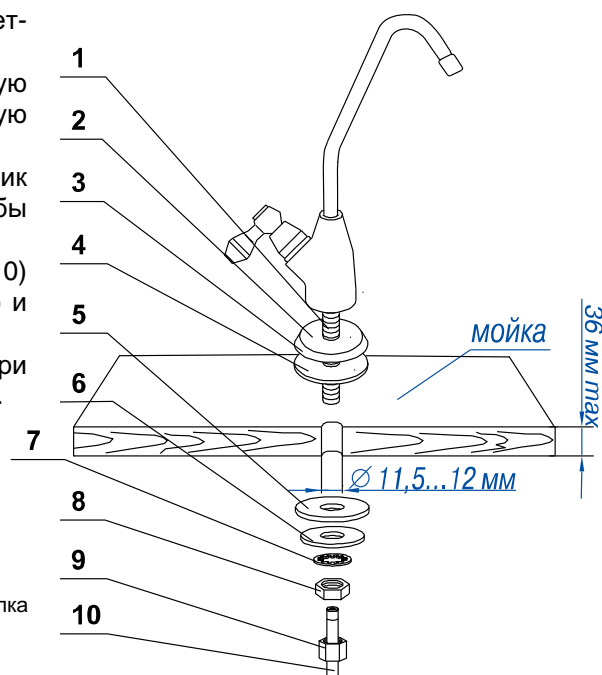

Рисунок 4. Кран для чистой воды
3.2. К крану для чистой воды с запрессованной латунной втулкой (1 м) (Рис. 4, поз. 10)	1 шт.
8. Кран для чистой воды (Рис. 4)	1 компл.
## 5.2 Установка крана для чистой воды (Рис. 4)